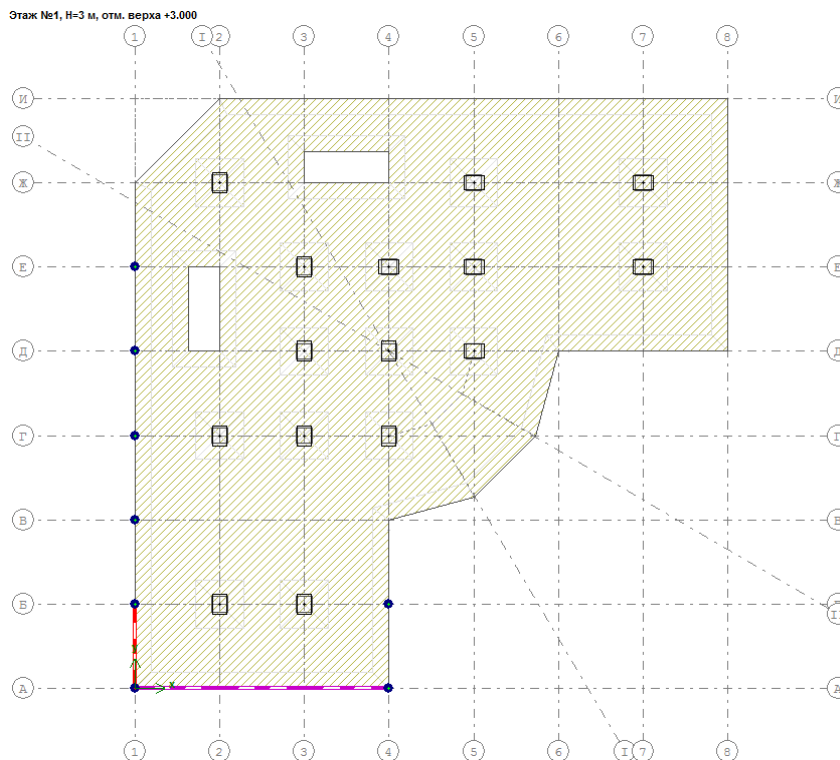

Рис.15.2.8. Указанные точки векторов копирования стены
- Указанные точки показаны на рис. 15.2.8.